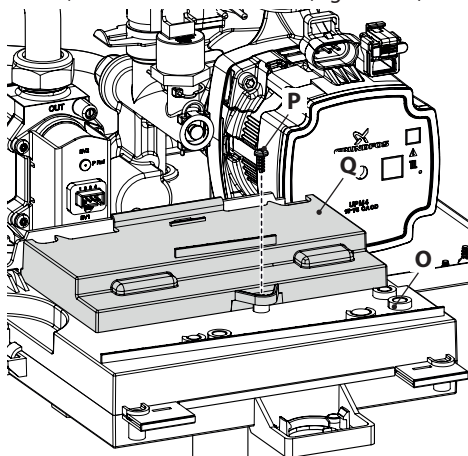

Figura 5.33
in Figura 5.33.
- Svitare la vite **P** e sollevare il coperchio **Q** per accedere alle morsettiere alimentazione elettrica, remoto e sonda esterna (Figura 5.33).